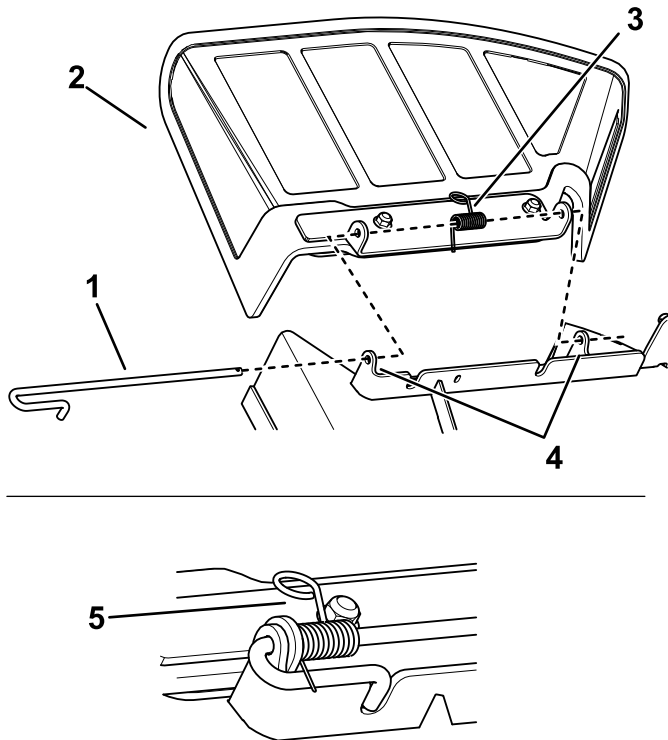

Figura 76
1. Desenganche el muelle y retire la varilla de los soportes soldados de la carcasa, el muelle y el deflector de descarga (Figura 76).
3. Coloque el nuevo deflector de descarga con los extremos de los soportes entre los soportes soldados de la carcasa, e instale la varilla y el muelle como se muestra en la Figura 76.
4. Coloque el extremo de la varilla en la muesca del soporte (Figura 76).